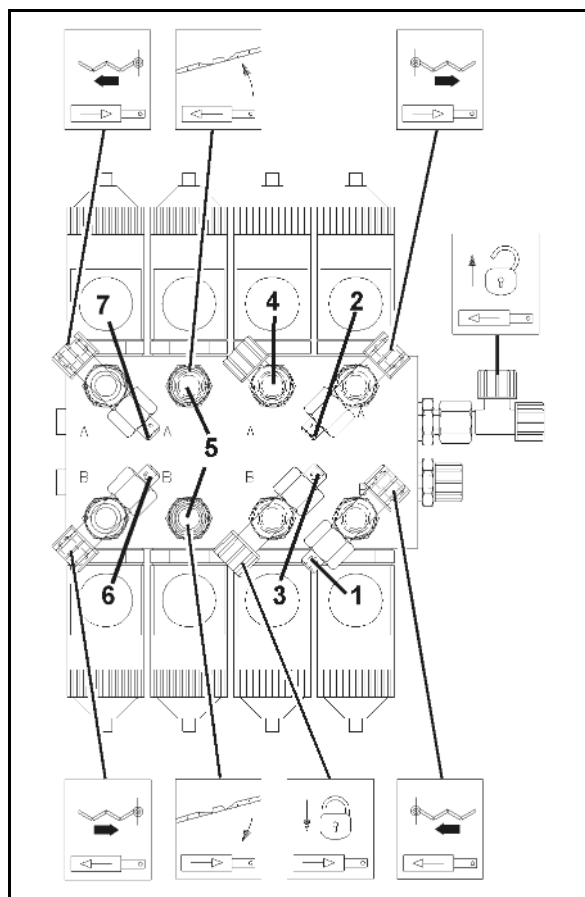

Fig. 195
1. Skru afdækningen (Fig. 195/1) af kabinetaget.